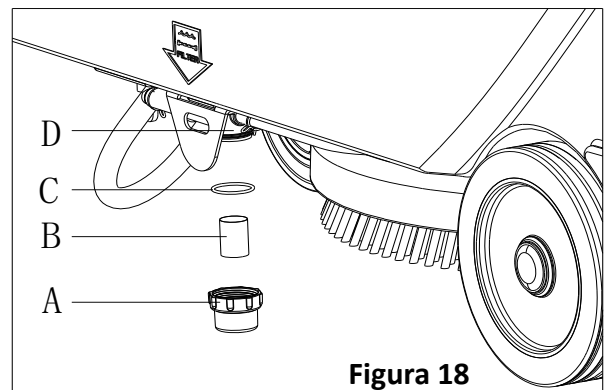

Figura 18
4. Quite la tapa del filtro de solución (A, Figura 18) para limpiar la malla del filtro (B), y luego colóquelo de nuevo en el soporte del filtro (D).